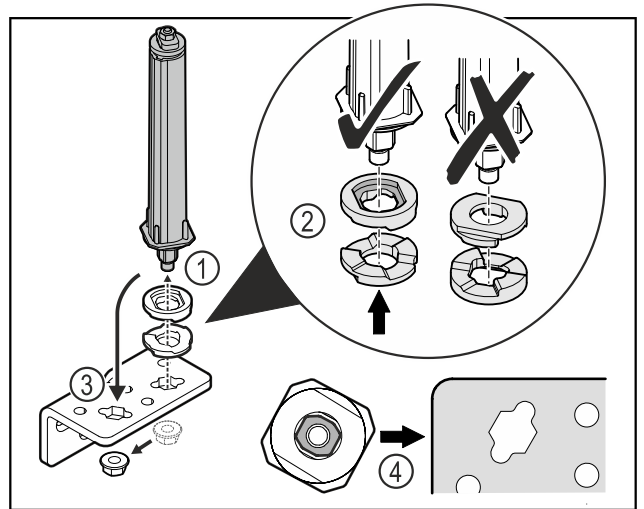

Fig. 39
- ▶ Svitare il dado e rimuovere il sistema di chiusura della porta Fig. 39 (1).
- ▶ Assicurarsi che le rondelle per la regolazione dell'altezza siano rivolte nel verso giusto Fig. 39 (2).
- ▶ Spostare il sistema di chiusura della porta nella cerniera angolare e fissarlo con il dado Fig. 39 (3).
- ▶ Durante l'inserimento del sistema di chiusura della porta assicurarsi che sia rivolto nel verso giusto Fig. 39 (4).